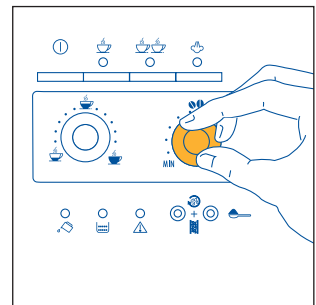

Fig. 7
- 2) Réglez le bouton de droite (fig. 7) pour programmer le goût désiré du café. Plus vous tournez dans le sens des aiguilles d'une montre et plus la quantité de grains à moulinner augmentera et donnera un café plus fort. Lors de la première utilisation, il faut procéder par tentatives et faire plusieurs cafés pour trouver la bonne position du bouton. Attention à ne pas trop tourner dans le sens des aiguilles d'une montre, le café risquerait de couler trop lentement (goutte à goutte) surtout si vous devez faire deux tasses de café.
NOTA 2: si le café coule trop vite et que la crème n'est pas satisfaisante, tournez légèrement le bouton de droite (fig. 7) dans le sens des aiguilles d'une montre. Procédez par tentatives et faites plusieurs cafés pour trouver la bonne position du bouton. Attention à ne pas trop tourner dans le sens des aiguilles d'une montre, le café risquerait de couler trop lentement (goutte à goutte) surtout si vous devez faire deux tasses de café. Si, au bout de quelques cafés la crème obtenue n'est pas satisfaisante, tournez également le bouton de réglage de la mouture (fig. 17) d'un cran en sens inverse des aiguilles d'une montre (voir § 6).